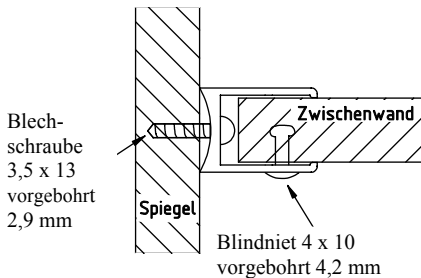

Bild 5
14. Richten Sie die Anlage nochmals aus und befestigen Sie nun die Wände und Stützfüße. (siehe Bild 5 und 9)